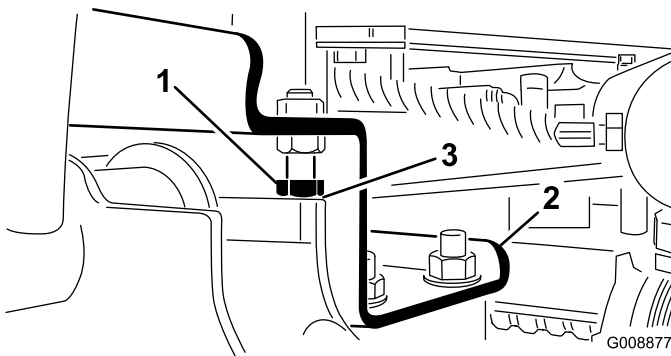

Bild 9
- A. Drehen Sie die Anschlagsschrauben heraus (Bild 9).
2. Prüfen Sie, ob der Abstand zwischen jedem Hubarm und der Anschlagsschraube zwischen 0,13 und 1,02 mm liegt (Bild 9). Justieren Sie die Anschlagsschrauben, bis sich der richtige Abstand ergibt, wenn der Abstand davon abweicht.